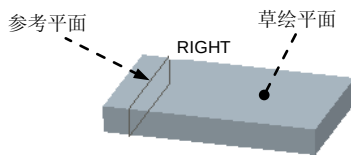

图 4.2.13 草绘平面
(1) 定义 **草绘** 平面及参考面。选择 **Plane (平面)** 命令，选取图 4.2.13 所示的表面为 **草绘** 平面；选择 **Okay (确定)** → **Right (右)** 命令，选取图 4.2.13 中的 RIGHT 基准平面为参考平面。